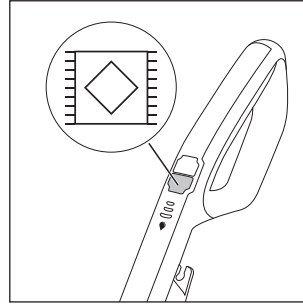

Fig. 17
- ◆ Appuyez sur l'interrupteur moquette  **13** pour allumer l'appareil (voir fig. 17). La LED de l'interrupteur moquette  **13** s'allume en bleu.
- ♦ Appuyez à nouveau sur l'interrupteur moquette  **13** pour éteindre l'appareil (voir fig. 17).